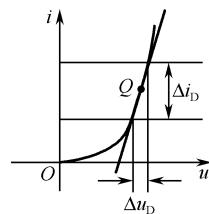

图 1-11 交流电阻  $r_d$  的几何意义
(6) 交流电阻  $r_d$ 。二极管在小信号工作情况下, 需要用到交流电阻这一参数。交流电阻  $r_d$  的几何意义如图 1-11 所示。交流电阻  $r_d$  的定义: 二极管伏安特性曲线工作点  $Q$  附近电压的变化量与相应的电流变化量之比, 即